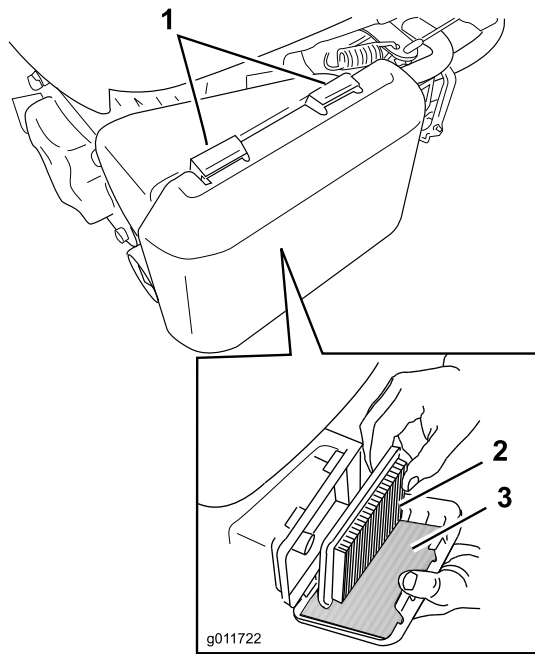

Bild 19
1. Drücken Sie die Verriegelungslaschen oben an der Luftfilterabdeckung nach unten (Bild 19).
3. Entfernen Sie den Papierfilter und den Schaumvorfilter (Bild 19).